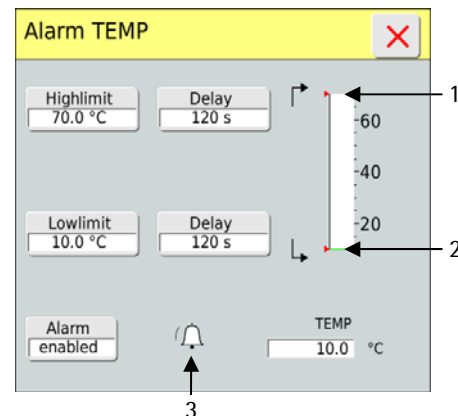

Fig. 30: Menu „Alarm TEMP“ (Alarme TEMP)
L'affichage indique „Alarm enabled“ (alarme autorisée). Par ailleurs, les limites d'alarmes sont matérialisées par des triangles rouges (fig. 30, pos. 1 et 2) dans le diagramme à bâtons